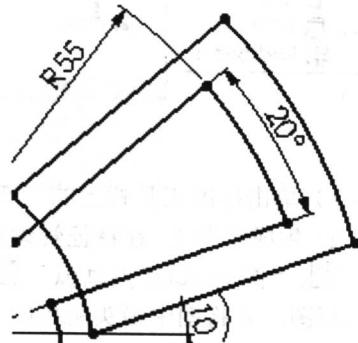

图 1-24 草图
- 4) 用“直线” 和“圆心/起点/终点画弧” 绘制草图, 如图 1-24 所示。